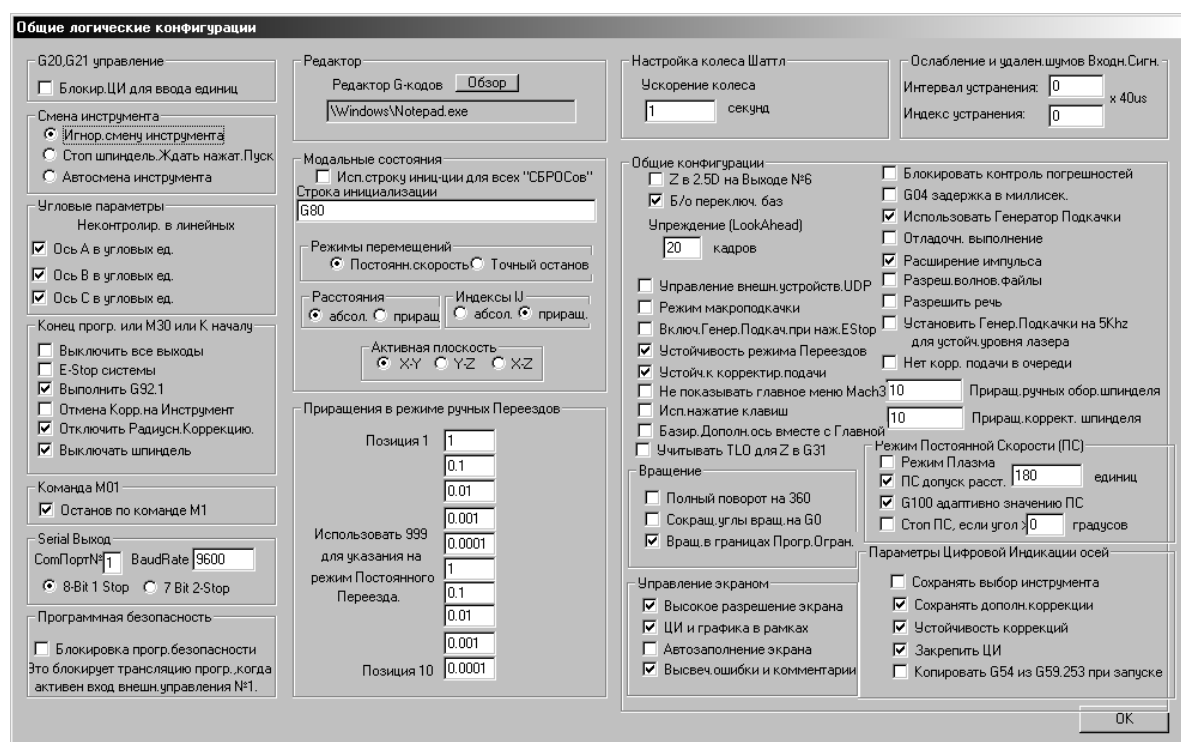

Рис. 41. Окно **Общие конфигурации**.
6. Зайти в меню **Конфигурации – Общие конфигурации** (Рис. 41). Установить параметры согласно рисунку.